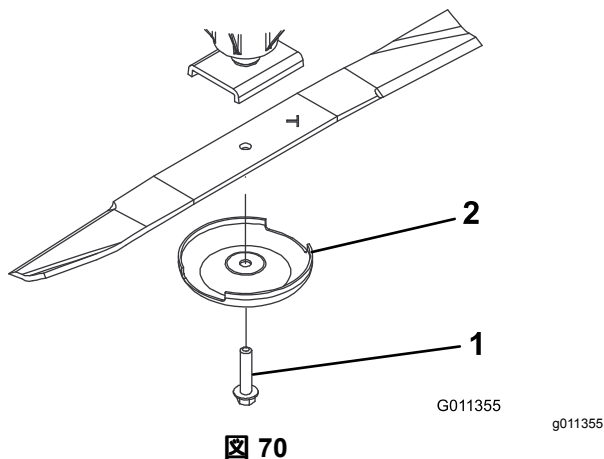

図 70
4. ブレードはセイルを天井に向けて取り付け、芝刈り防止カップとブレードボルトで固定する 図 70。